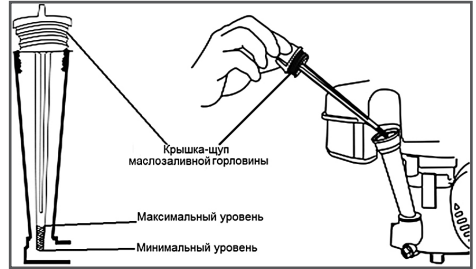

Рис. 10 Крышка-щуп маслосливной горловины
2. Открутите крышку-щуп маслосливной горловины и извлеките щуп (Рис. 10).
2. Выкрутите крышку-щуп маслозаливной горловины и извлеките щуп (Рис. 10).
При недостаточном уровне масла в картере необходимо долить чистое масло до верхней отметки на щупе (Рис. 10).